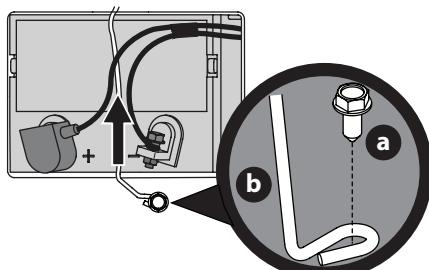

Figure 15
- Retirez la vis à bride hexagonale (a) fixant le support de fixation de la batterie (b) au châssis. Relévez ensuite le support de fixation de la batterie (b) pour dégager la batterie (Figure 15).